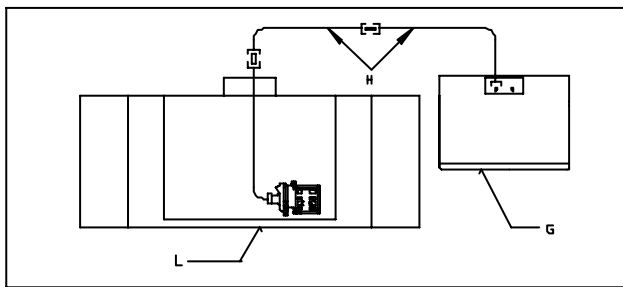

Fig. 9
Conectar la salida de agua caliente (s) (Fig.1) del Generador (G) al tubo corrugado (H) instalado en el Lavavajillas (L) (Fig. 9).